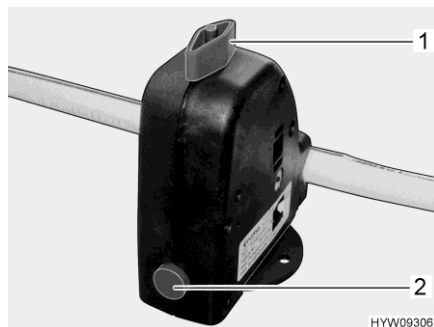

Fig. 120 Valvola di sicurezza/di scarico (boiler)
Il boiler è dotato di una valvola di sicurezza/di scarico (Fig. 120). La valvola di sicurezza/di scarico impedisce che l'acqua congeli nel boiler in presenza di basse temperature esterne, quando il riscaldamento dell'autocaravan non è acceso.
- Chiudere la valvola di sicurezza/di scarico. A tal fine ruotare la manopola (Fig. 120,1) verticalmente rispetto alla valvola di sicurezza/di scarico e premere verso l'interno il bottone automatico (Fig. 120,2).
- Aprire la valvola di sicurezza/di scarico. A tal fine ruotare la manopola (Fig. 120,1) nel senso della lunghezza della valvola di sicurezza/di scarico. Il bottone automatico (Fig. 120,2) scatta all'infuori. Il boiler viene svuotato verso l'esterno tramite la valvola di sicurezza/di scarico.